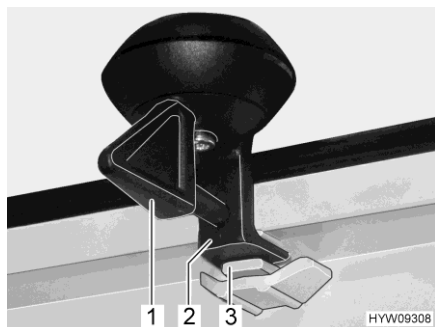

Fig. 77 Verrouillage (position de ventilation)
- Tourner le levier (Fig. 77,1) d'un quart de tour. Le dispositif de verrouillage (Fig. 77,2) doit pénétrer dans le logement supérieur (Fig. 77,3).